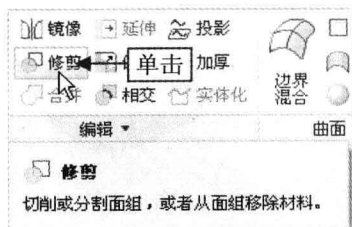

图 10-43 单击“修剪”按钮
Step 02 在“功能区”选项板的“模型”选项卡中,单击“编辑”面板中的“修剪”按钮,如图 10-43 所示。